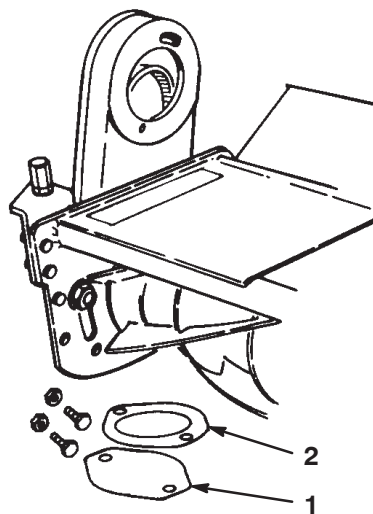

Figure 9
1. Retirez les contre-écrous, les boulons, le couvercle d'expédition et la protection du plateau d'entraînement (Fig. 9) du plateau de coupe.